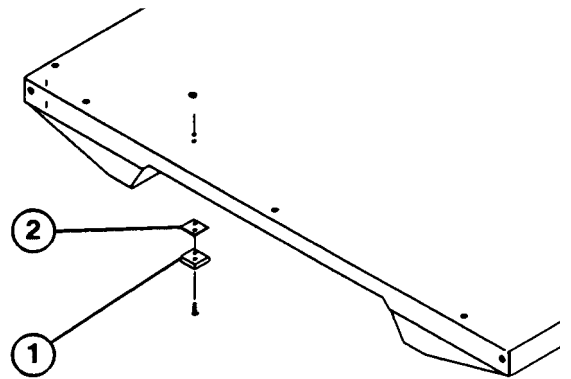

Figure 6
5. Enlever les vis et les contre-écrous du châssis qui fixent les (2) plaquettes-entretoises et cales à la surface inférieure avant du plateau (Fig. 6).